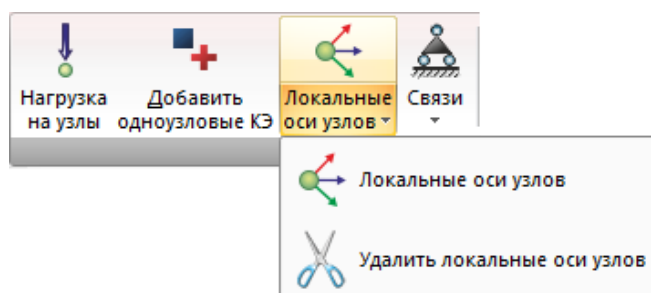

Рис. 153. Раскрывающийся список **Локальные оси узлов**
**Локальные оси узлов** (рис. 153) – раскрывающийся список, который содержит операции по формированию локальной системы координат узла: